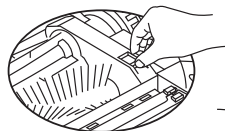

Рис. 1
1. Сдвиньте предохранительную защелку вперед и поднимите крышку большим пальцем правой руки, а затем левой рукой поднимите штанку средней щетки. (см.рис. 1 и рис. 2)